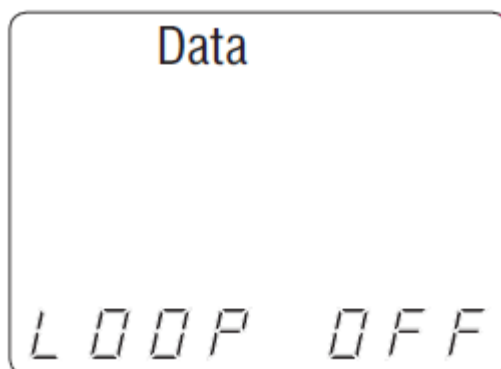

Рисунок 9. Выключения непрерывного тестирования в режиме испытания кабелей передачи данных.
4. Непрерывное тестирование: Чтобы запустить непрерывное тестирование, нажмите и удерживайте кнопку режима тестирования кабеля передачи данных до тех пор, пока на дисплее не появится индикация «LOOP ON». Когда активирован циклический режим, на правой стороне экрана появляются три небольших перемещающихся «полоски». Экран дисплея будет обновляться с теми же иконками и значениями, что и во время одиночного теста. Чтобы отключить циклическое тестирование, нажмите и удерживайте кнопку режима тестирования кабеля передачи данных до тех пор, пока не появится сообщение «LOOP OFF» (смотрите рисунок 9).